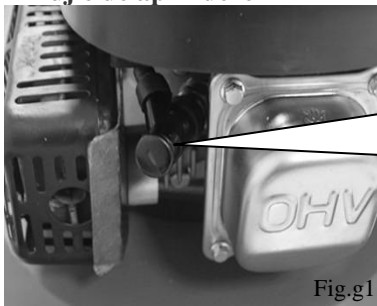

Fig.g1
- 1) Odată ce motorul este rece, scoateți capacul bujiei de aprindere și scoateți bujia folosind cheia tubulară furnizată (Fig.g1).